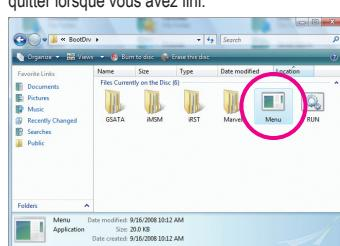
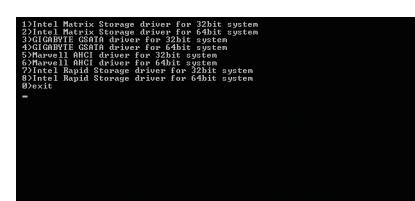

Figure 3
Figure 4
- 2: A partir de votre lecteur de disques optiques, double-cliquez sur le fichier **Menu.exe** dans le dossier **BootDrv** (Figure 3). Une fenêtre Commande d'invite similaire à celle dans Figure 4 apparaîtra.
- 3: Insérez la disquette vierge formatée. Sélectionnez le pilote du contrôleur en appuyant sur la lettre correspondante dans le menu. Par exemple, dans le menu de la Figure 4,